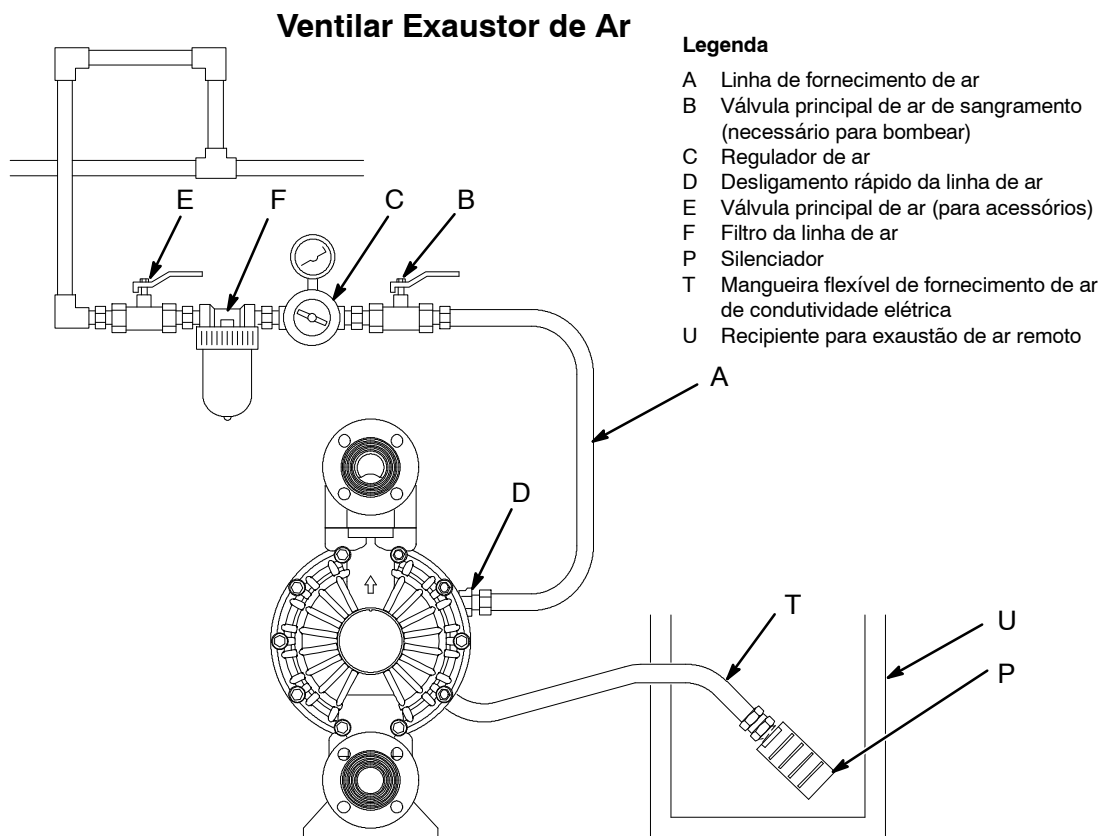

Fig. 6
Uma falha do diafragma fará com que o líquido seja bombeado para o exaustor com o ar. Coloque um recipiente adequado no final da linha de exaustão de ar para apanhar o líquido. Ver Fig. 6.
1. Retire o silenciador (P) da porta de exaustão de ar da bomba.
2. Instale um mangueira de exaustão ar eletricamente condutora (T) e ligue o silenciador (P) à outra extremidade da mangueira. O tamanho mínimo para a mangueira de exaustão do ar é de 3/4 pol. (19 mm) ID. Se a mangueira for maior que 15 pés (4,57 m) é necessário utilizar uma mangueira de maior diâmetro. Evite arestas cortantes ou dobras na mangueira. Ver Fig. 6.
3. Coloque um recipiente (U), no final da linha de saída de ar para apanhar líquido, em caso de rutura do diafragma.